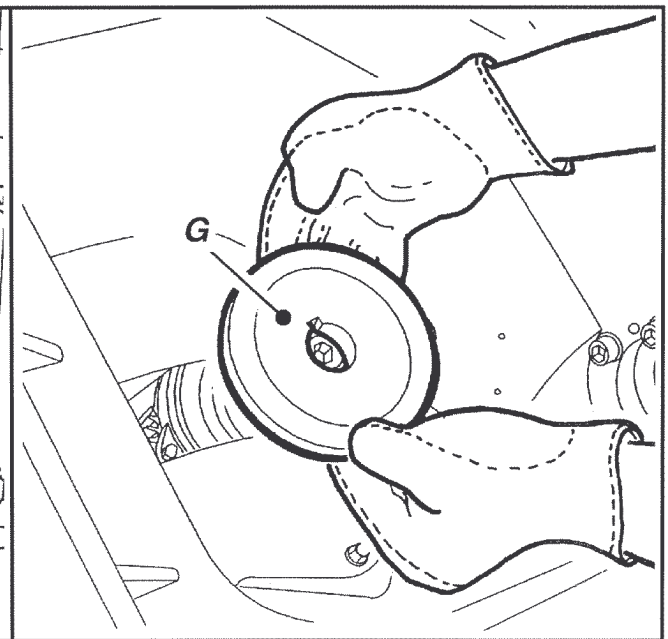

Fig. 10-09
- 10) Dopo aver estratto la lama, controllare lo stato di pulizia della controflangia "G" (Fig. 10-09).